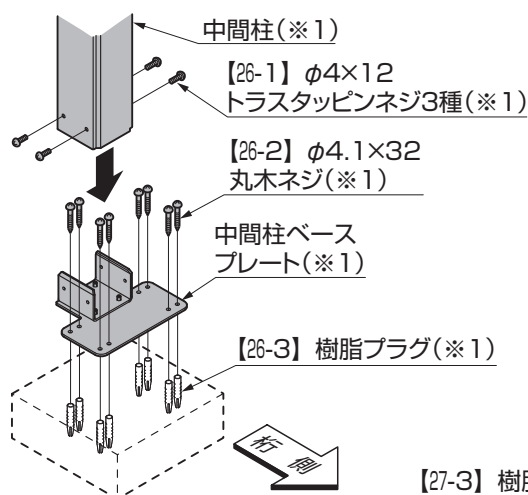

図3-5 中間柱の固定
③中間柱下面に中間柱ベースプレートを【26-1】で固定してください。(図3-5参照)